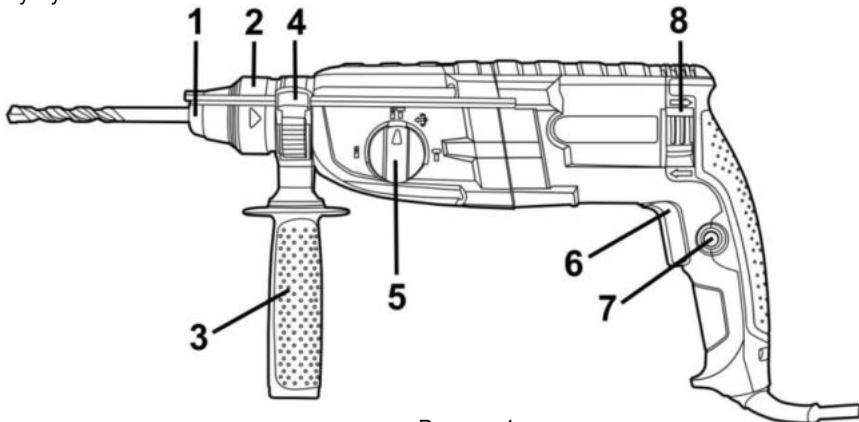

Рисунок 1
2.2.1 Виріб має несучий пластиковий корпус з вмонтованим електричним колекторним двигуном, редуктором з пневматичним ударним механізмом, на вихідному валу якого встановлюється патрон **SDS-Plus** (2) для закріплення змінних робочих інструментів з циліндричними хвостовиками системи SDS-Plus, згідно рис. 1. Корпус одночасно вміщує органи керування режимами інструменту, шнур живлення від мережі змінного однофазного струму та має опорну поверхню для встановлення передньої рукоятки (3) з можливістю фіксованого позиціонування навколо подовжньої осі виробу.
4.1 Оберіть необхідний режим роботи виробу за допомогою перемикача (5) (див. Рисунок 1, таблицю 1). При необхідності зміни кута нахилу насадки при виконанні довбальних робіт виконайте операції, які описані в пункті 3.5. При необхідності встановлення свердлильного патрона – встановіть його в патрон SDS-plus через адаптер.
4.2 Для вмикання виробу натисніть на курковий важіль перемикача (6) (рис.1). Для відключення виробу слід курок відпустити.